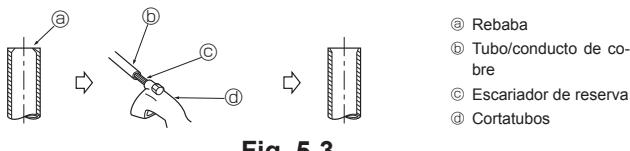

Fig. 5-3
5.3.2. Eliminación de las rebabas (Fig. 5-3)